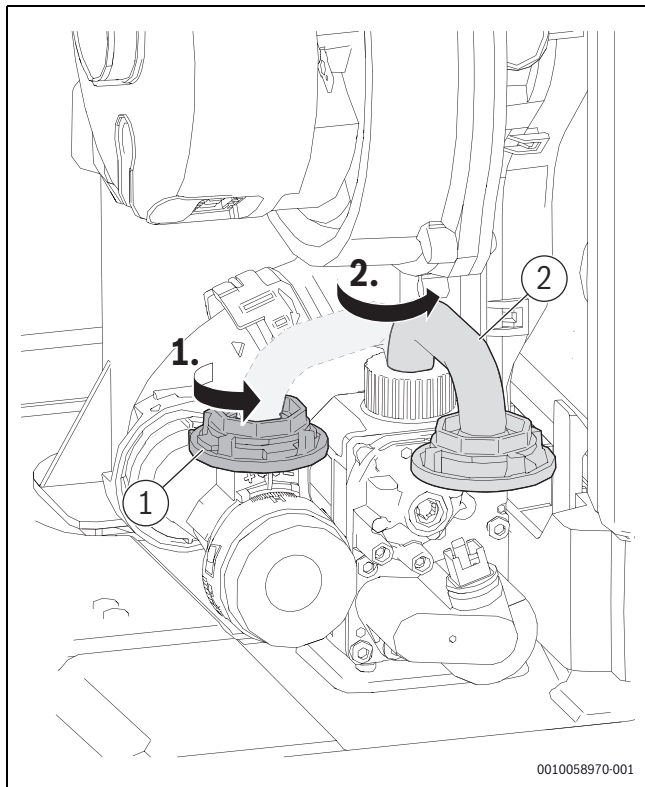

Bild 87 Verriegelung der Einstelldüse öffnen
- ▶ Um das kleine Gasrohr [2] wieder anzuschließen, Gasrohr nach links bewegen und Verriegelung der Einstelldüse [1] schließen (→Bild 87, Seite 66).